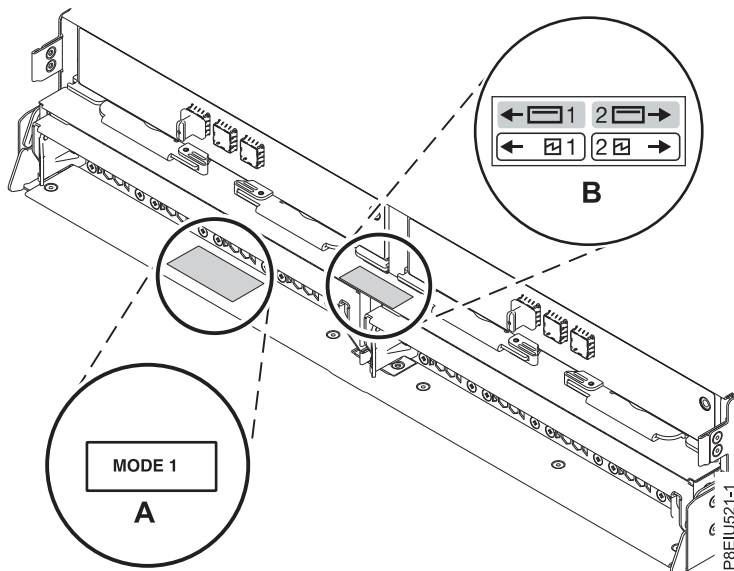

Figure 12. Emplacements des autocollants de mode à l'arrière de l'armoire de stockage ESLL ou ESLS
2. Confirmez le mode de configuration usine du boîtier à l'aide des informations imprimées sur les autocollants apposés à l'arrière du boîtier. Les autocollants sont apposés sur le panier inférieur gauche du châssis (A) et sur le support central situé entre les modules ESM (B). Ils indiquent si le boîtier est défini sur le mode 1, le mode 2 ou le mode 4. Pour plus de détails, voir figure 12.